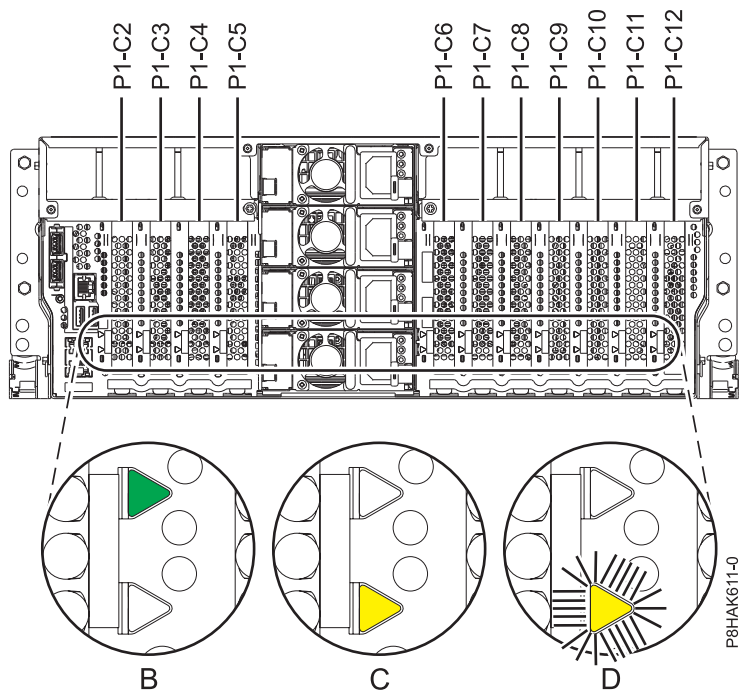

Figure 46. Emplacements des cartes PCIe et emplacements des voyants sur un système monté en armoire
1. Familiarisez-vous avec les emplacements de carte PCIe et les voyants d'activité pour la carte PCIe sur laquelle vous souhaitez exécuter des tâches de maintenance. Les cartes PCIe sont installées à l'arrière du système. La figure 46, à la page 51 et la figure 47, à la page 51 illustrent les emplacements des cartes PCIe sur un système et les emplacements des voyants pour la carte PCIe.